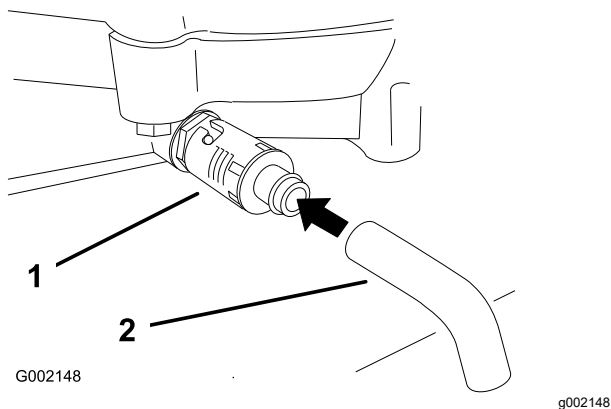

Figura 18
4. Coloque um recipiente debaixo do orifício de escoamento de óleo. Rode a válvula de drenagem de óleo para deixar o óleo drenar (Figura 18).